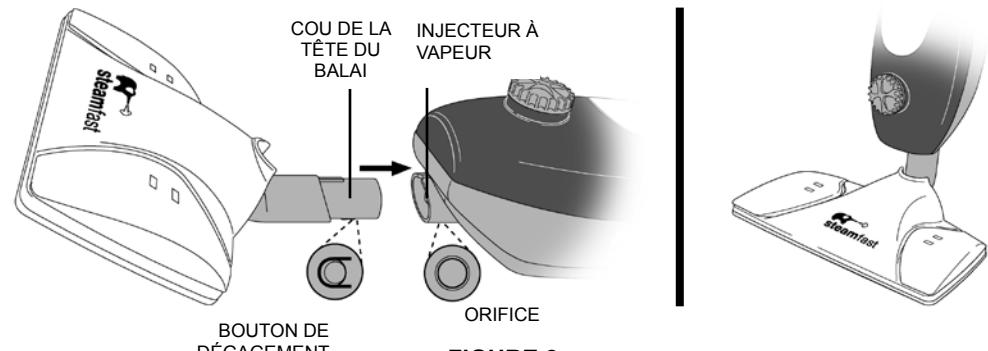

FIGURE 2
- Alignez la tête du balai et le corps de l'appareil, comme illustré (FIGURE 2), afin d'aligner le cou et l'injecteur à vapeur.